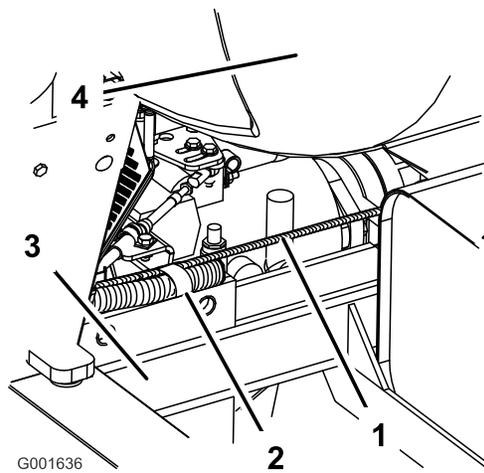

Bild 13
Hinweis: Verlegen Sie den Kabelbaum von der linken Seite des Rahmens zum Heck und über den Rahmen hinter dem Sitz (Bild 13).
2. Befestigen Sie den Kabelbaum in der R-Klemme, die sich hinter dem Fahrersitz und auf dem Rahmen befindet. (Bild 13).